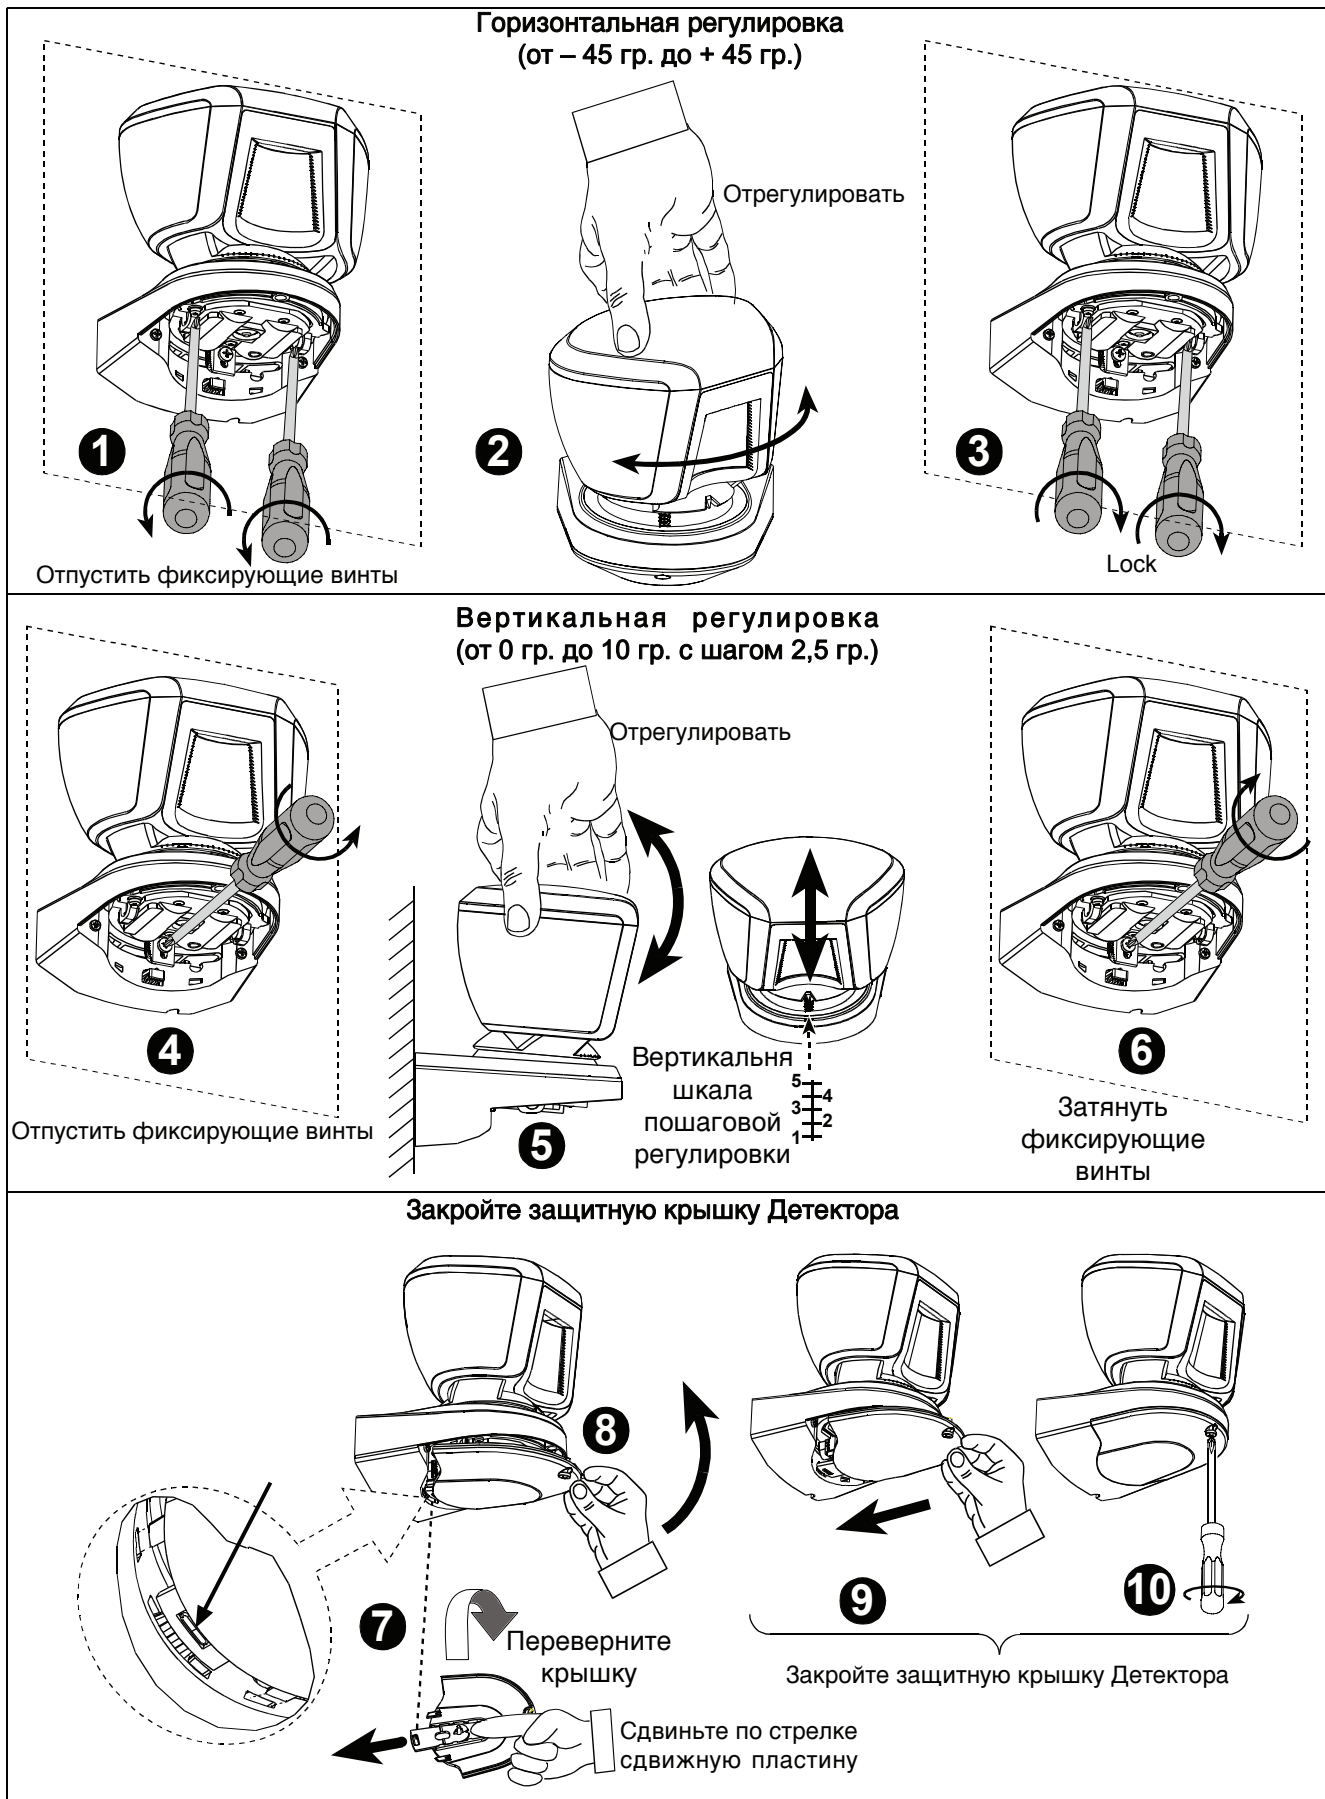

Рисунок 5 – Настройка и закрытие крышки
B. Произведите горизонтальную и вертикальную настройки (см. рис. 5) расположения детектора относительно установочной поверхности, в зависимости от необходимой высоты установки детектора и необходимых границ зоны обнаружения. Правильность настройки проверяйте путем перемещения (в режиме теста) в зоне обнаружения детектора. Данные для настройки, в зависимости от высоты установки детектора, вы можете посмотреть в таблице 2.
3.6 Открытие/закрытие крышки детектора (см. рис.5, шаги 7-10)